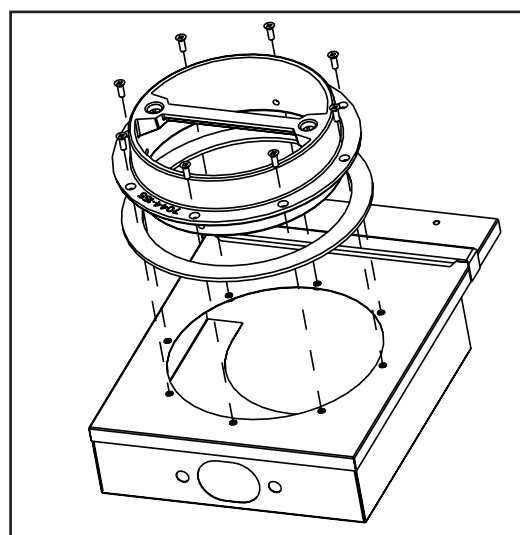

Figure 17.3
2. Glissez le joint sur la buse et fixez-la à l'adaptateur de dévoiement en utilisant les vis à tête plate 8-32. **Figure 17.3**.